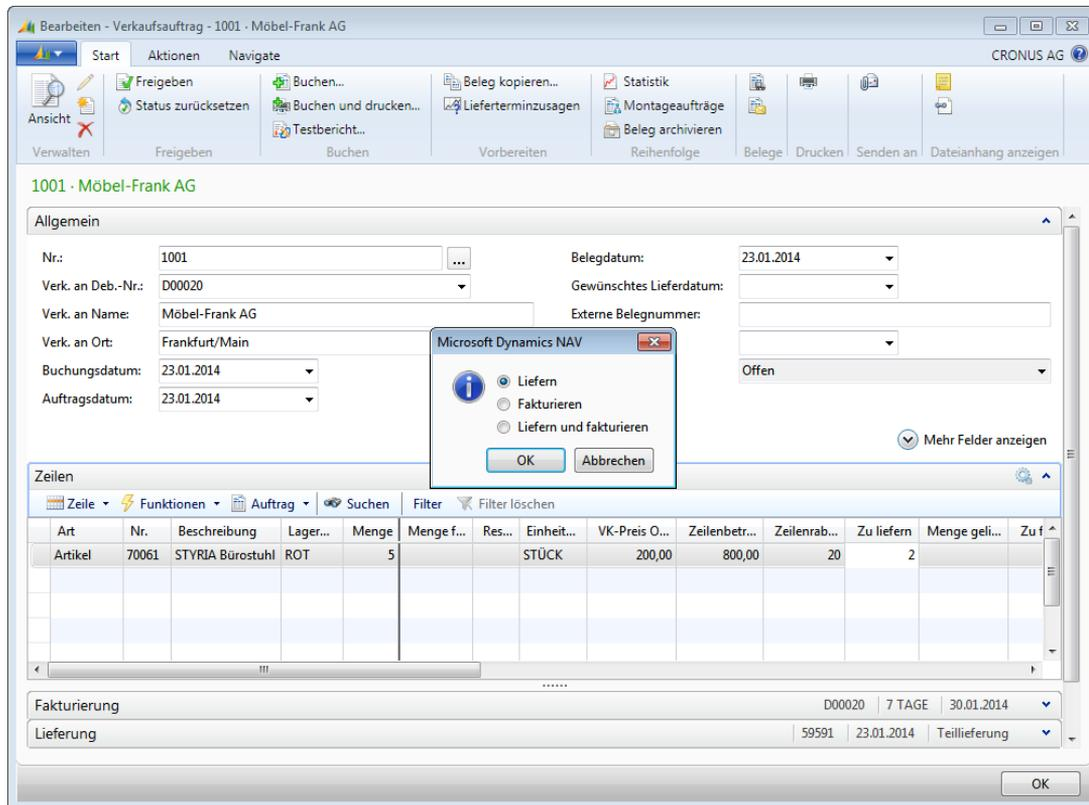

Abbildung 5.10 Auswahl im Dialogfeld zum Buchen der Lieferung
7. Im Dialogfeld zur Buchung wählen Sie die Option *Lieferrn*, um nur die Lieferung zu buchen, und klicken anschließend auf die Schaltfläche *OK* (siehe Abbildung 5.10). Der Ausdruck des Lieferscheins erfolgt automatisch am Windows-Standarddrucker oder dem in der Druckerwahl zugeordneten Drucker.